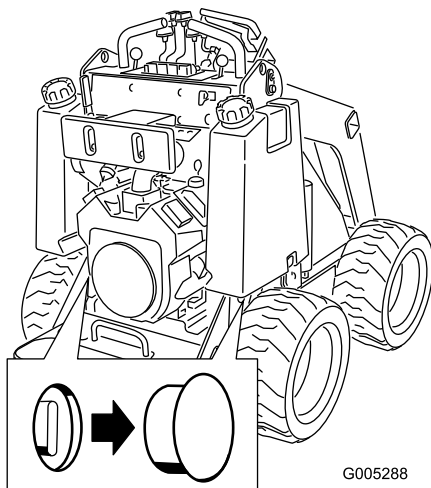

Figura 11
2. Retire el tapón que cubre cada válvula de remolcado, situada debajo de cada depósito de combustible (Figura 11).